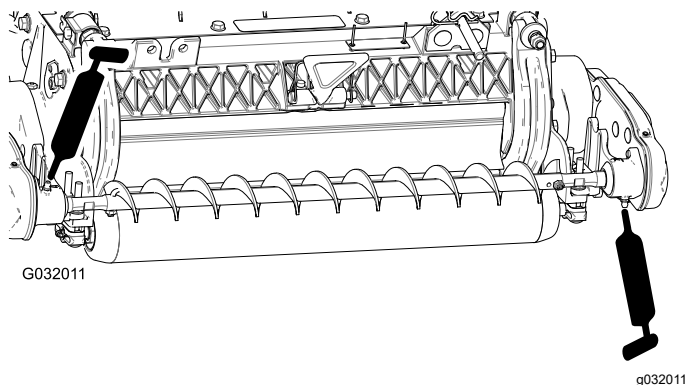

Figura 19
4. Lubrique los engrasadores de cada uno de los alojamientos de cojinete del cepillo del rodillo con grasa de litio N° 2 (Figura 19). Limpie cualquier exceso de grasa, sobre todo alrededor de los retenes.